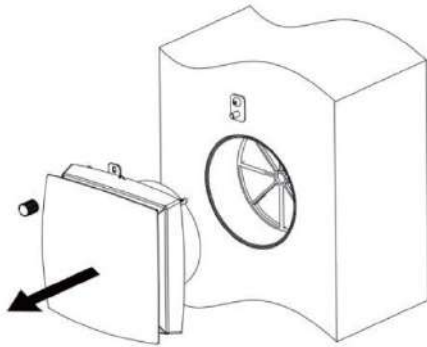

Fig.24
- Rimuovere i dadi ed estrarre il ventilatore dalla sede (Fig. 24).
- *Loose the nut and pull the ventilator to remove (Fig. 24).*